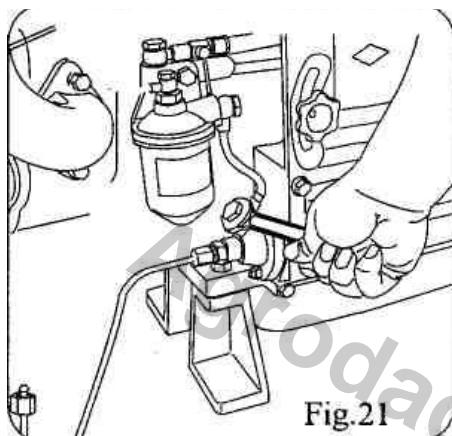

Fig.21
2. Ослабьте болт, который соединяет топливную трубку высокого давления от топливного насоса, переверните трубку так, чтобы открытый конец смотрел вверх (рис.21). Затем удалите топливо из трубы вручную.